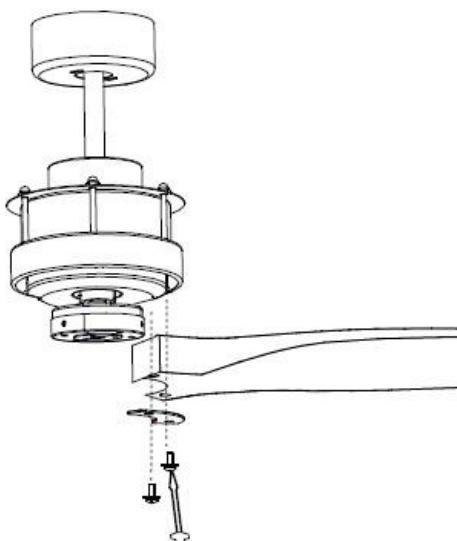

Fig. 8
- Ασφαλίστε τα πτερύγια περνώντας τις 2 βίδες από το 'κίτ πτερυγίων' και τα πτερύγια, βιδώστε πάνω στον ηλεκτροκινητήρα . Fig.8